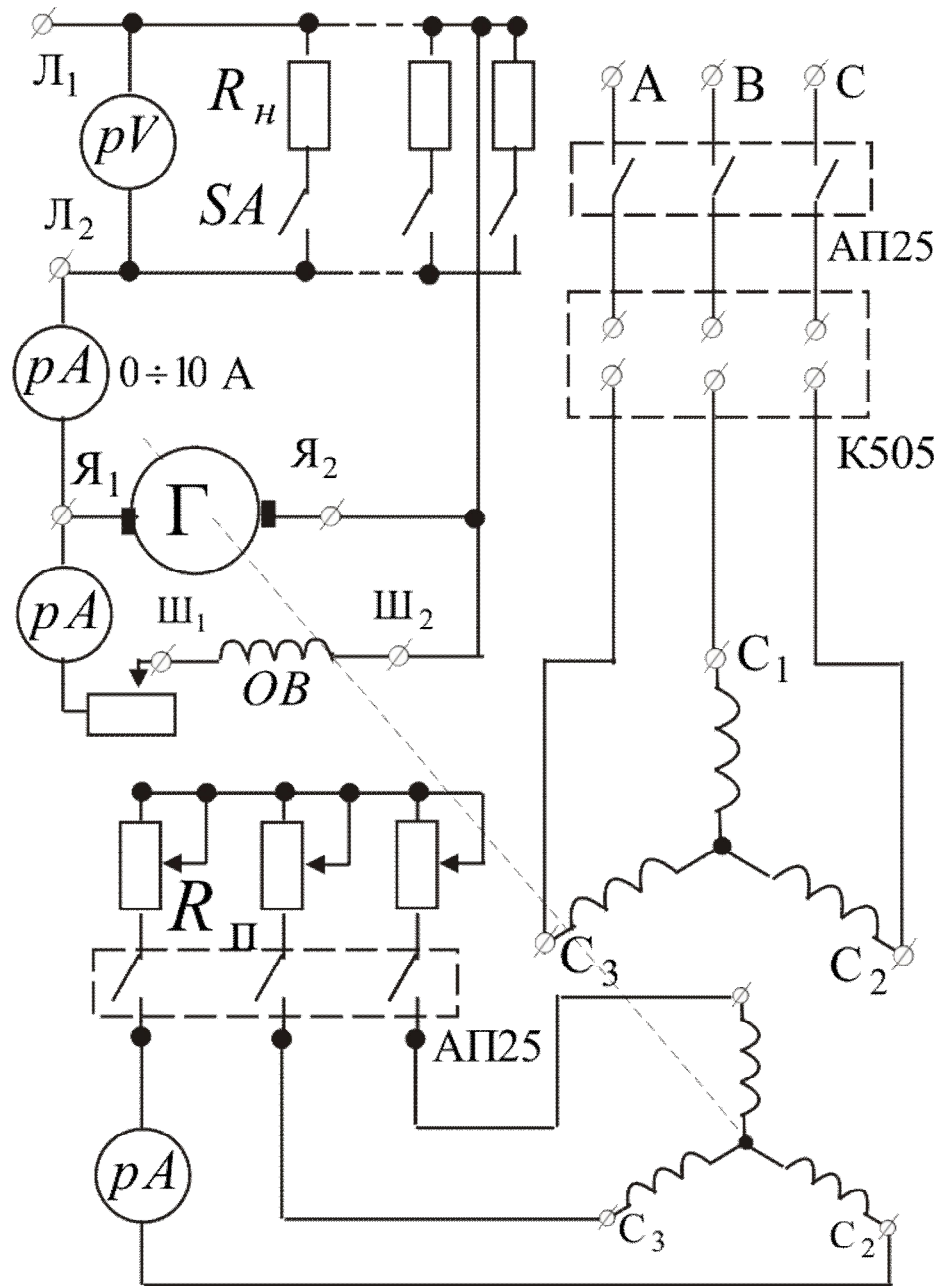

Рис. 8.2
2. Собрать схему, согласно рис. 8.2.